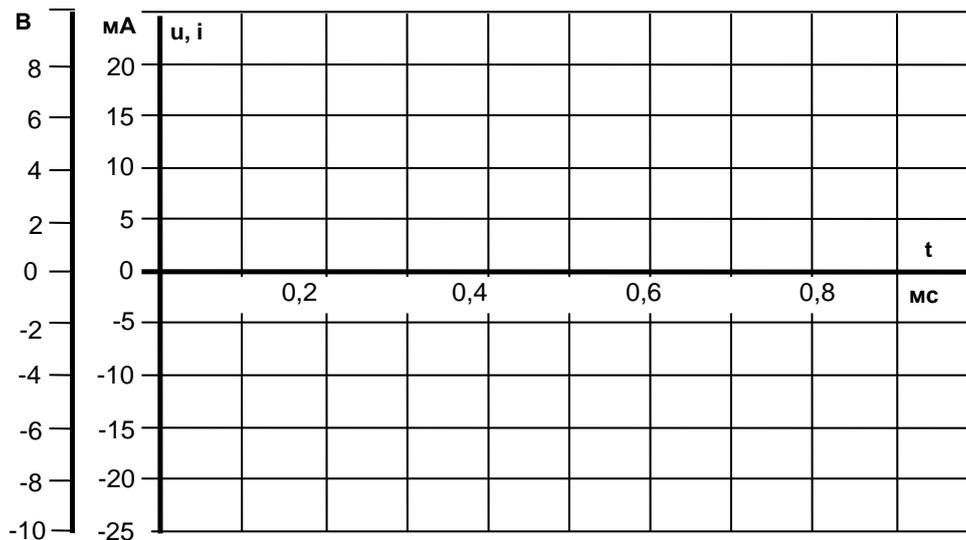

Рисунок 7.3 – График результатов измерений
- Перенесите данные осциллографирования напряжения и тока катушки на график (рис. 7.3), определите фазовый сдвиг между синусоидами напряжения и тока катушки индуктивности.